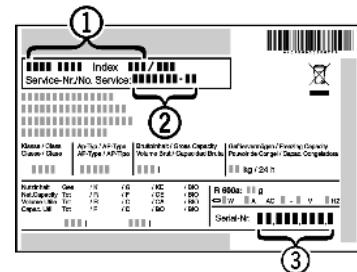

Fig. 9
- Наименование устройства Fig. 9 (1), сервисный № Fig. 9 (2) и серийный № Fig. 9 (3) считайте с заводской таблички. Заводская табличка находится внутри устройства слева.
- Обратитесь в сервисную службу и сообщите вид неисправности, наименование устройства Fig. 9 (1), сервисный № Fig. 9 (2) и серийный № Fig. 9 (3).